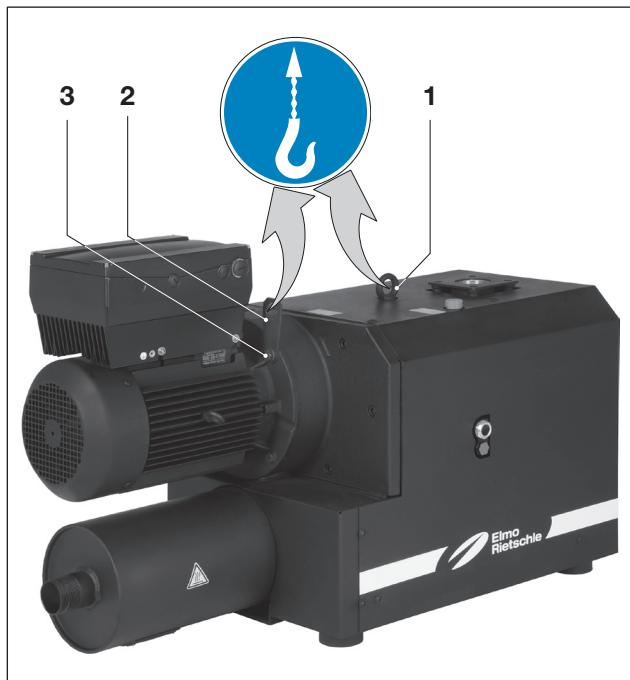

Abb. 1 Anheben und Transportieren
- a) Die Ringschraube (Abb. 1/1) und Befestigungsschraube (Abb. 1/3) an der Transportlasche (Abb. 1/2) fest anziehen.